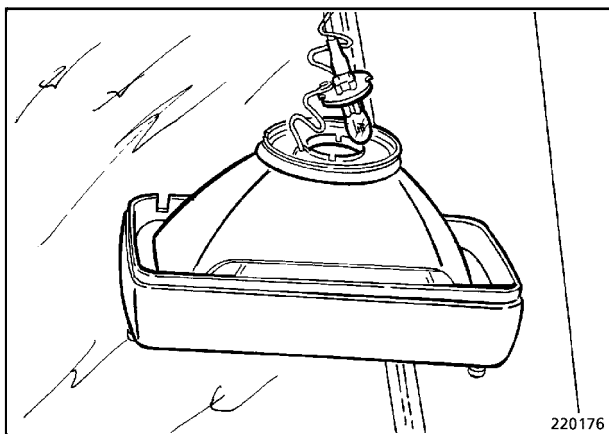

Fig. 3
- Abatir al lado el estribo de sujeción de la bombilla (Fig. 3).